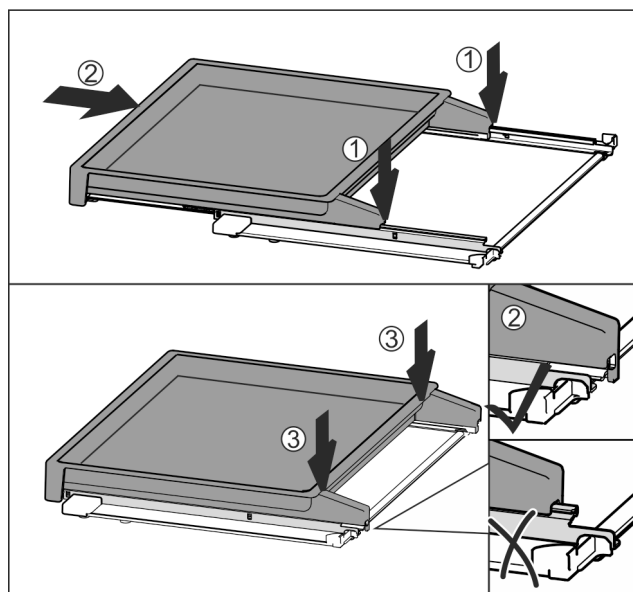

Fig. 33
- Appoggiare centralmente sulle guide Fig. 33 (1).
- Spingere completamente il ripiano estraibile Fig. 33 (2).
- Premere sul lato posteriore fino ad avvertire l'innesto Fig. 33 (3).